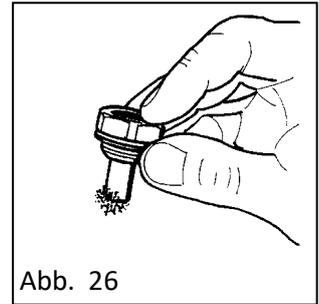

Abb. 26
- Jeden Schmutz der sich auf der Auflage befinden kann mit einem Stofflumpen entfernen (Abb. 26);